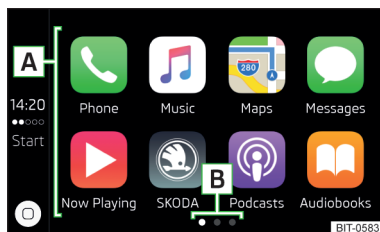

Fig. 154
- ▶ În meniul principal Apple CarPlay selectați aplicația dorită în zona **A** » fig. 154.